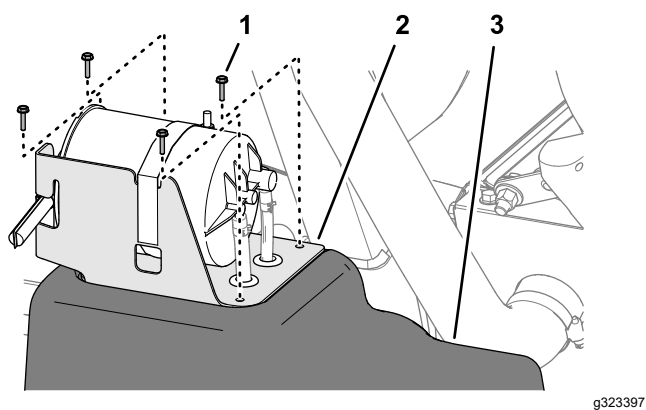

Figure 126
5. Alignez les trous dans le support du filtre à charbon actif et les trous dans le réservoir de carburant (Figure 126).
6. Fixez le support sur le réservoir (Figure 126) à l'aide des 4 vis (n° 10 x 3/4").